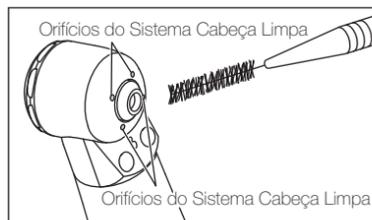

Fig. 2
- 2) Limpe com uma escova os resíduos dos orifícios do sistema Cabeça Limpa. Não utilize uma escova de arame (Fig. 2).